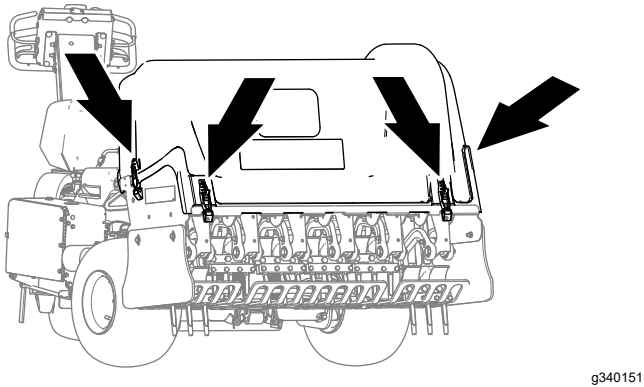

Bild 153
2. Verriegeln Sie die Abdeckung des Aerifizierkopfs an den vier Verriegelungspunkten (**Bild 153**).